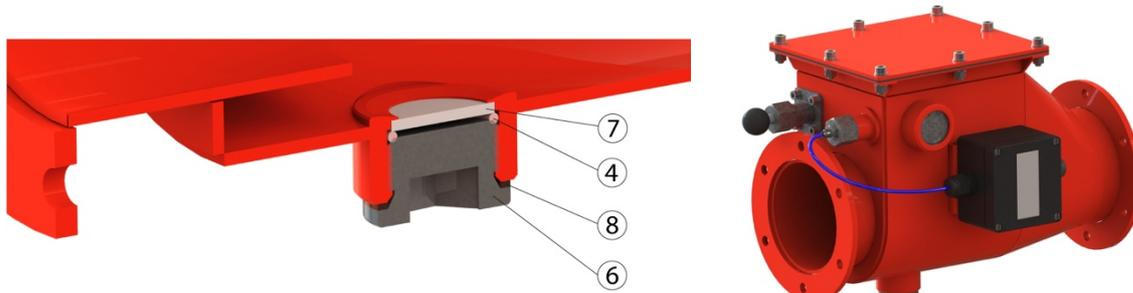

Abb. 6 – Blindstopfen (4 – O-Ring, 6 –Stecker (DIN 908, M30x1,5), 7 – Edelstahldeckel, 8 - Cu Dichtung,)
Wenn der Staubansammlungssensor nicht im Lieferumfang enthalten ist, wird ein spezieller Stecker verwendet (6). Der Blindstopfen ist in Abb. 6 dargestellt. Er besteht aus einem Stecker M30x 1,5 (6) (DIN 908), Edelstahldeckel (7), O-Ring 25x2,5 (4) einer Cu-Dichtung (8). Der Stecker wird mit einem Drehmoment von 40 Nm angezogen.